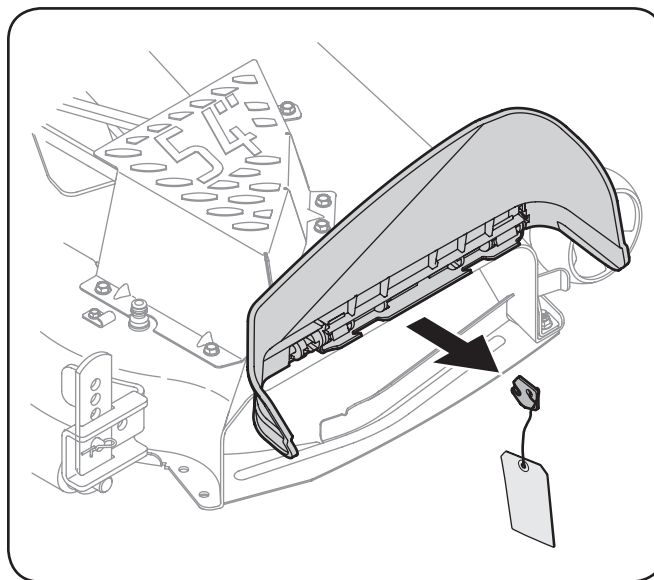

Figure 3-2
1. Repérez le support du déflecteur d'éjection, si présent, et l'étiquette d'avertissement qui se trouve sur le côté droit de l'appareil. Voir Figure 3-2.